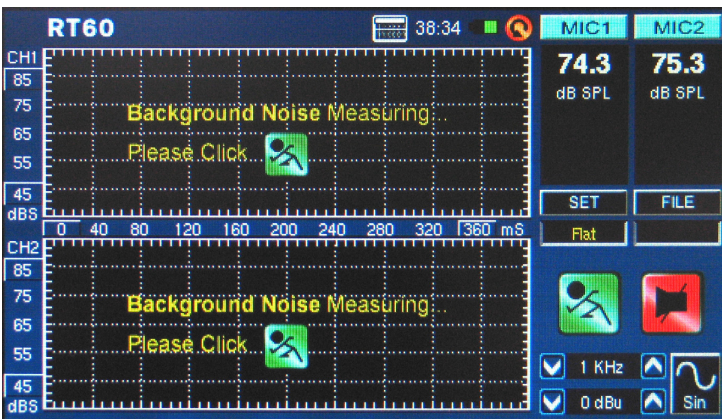

图 37
2. 选择“RUN/STOP”使得PAA6可计算背景噪音(图37)。